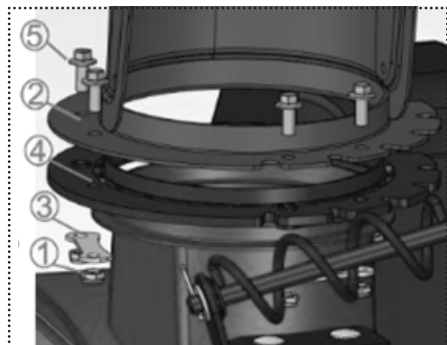

Рис. 7
Установите первую часть разгрузочного желоба через направляющий цилиндр и закрепите его 3 частями предельного блока (3). Используйте 6 фиксирующих болтов (5) и 6 контргаек (1) для их блокировки (рис. 7, 8).